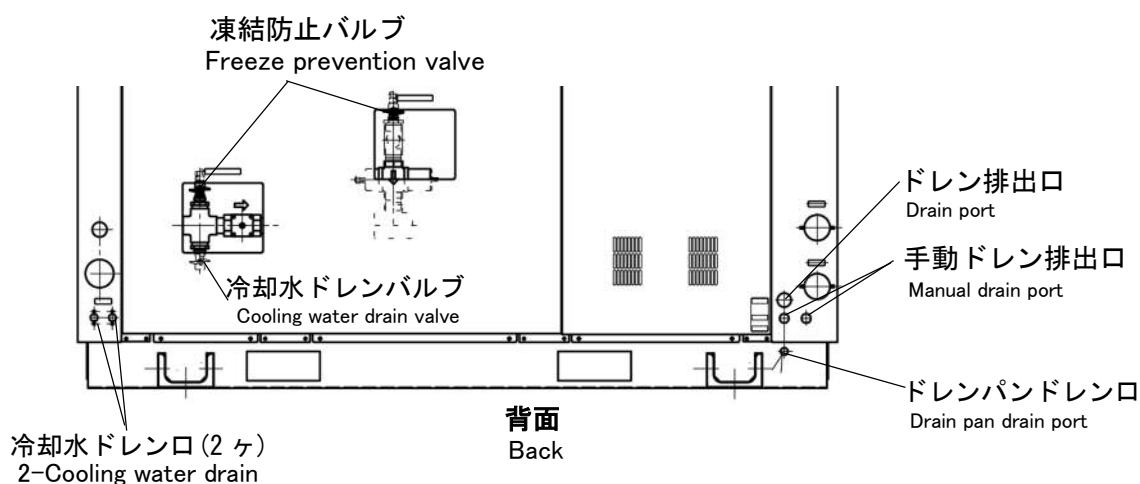

図 1 Figure 1
やむを得ず立ち上がりをつける場合は、バルブまたはドレントラップを取り付け、水が抜けるようにしてください。(図1)
Do not allow a rise in the piping from the air compressor to the air dryer. If you cannot avoid a rise, install a valve or drain trap so that water can discharge. (See Fig. 1.)
1. 図 1 に示すドレンパンドレン口 (R3/8) に配管してください。
Attach R 3/8 piping to the drainpan drain port of Figure 1.
1. 図 1 に示す冷却水ドレン口 (Rp1/4) のプラグを外し、配管してください。配管の途中には別途バルブを設け、通常はバルブを閉じてください。
Remove the plug from the cooling water drain (Rp 1/4) of Figure 1 and attach piping. Install a valve along the piping and keep it normally closed.
3. 7 項図 1 に示す凍結防止バルブを開いてください。凍結防止バルブは、本機内の制水弁をバイパスします。凍結防止バルブを開かないと、本機停止中は制水弁が閉じているので冷却水は循環しません。本機を運転する場合は、必ず凍結防止バルブを閉じてください。
Open the freeze prevention valve of Figure1 in section 3.7.